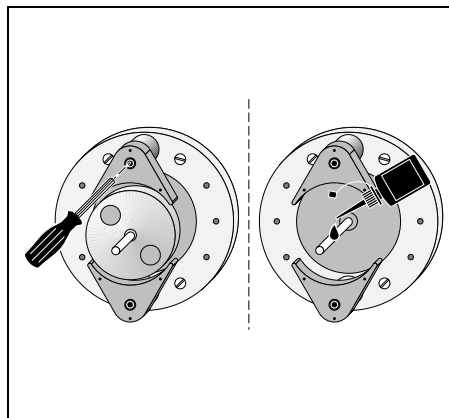

Fig. 5
- Avec la clé pour vis à six pans creux, visser les pièces polaires sur le disque de centrage dans la position voulue à l'unité de base pour machine (fig. 5).
- Atornillar bien la zapata polar al disco de centrado en la posición deseada, en la máquina básica, mediante la llave Allen (Fig. 5).